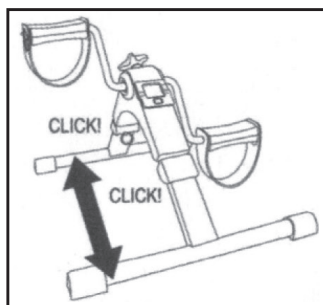

fig. 1
1. Distendere le basi anteriore e posteriore finché non sentite un "clic". Questo segnale indica che la struttura è correttamente fissata ai fini della pratica dell'esercizio. Prima di eseguire qualsiasi tipo di esercizio, accertarsi che entrambe le basi siano ben fissate (vedi fig. 1).